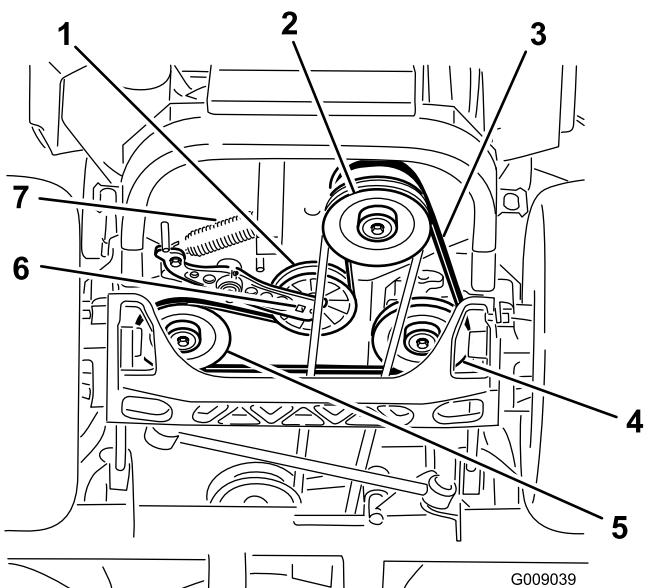

Figura 83
5. Utilice una llave de carraca en el taladro cuadrado del brazo tensor para retirar el muelle tensor (Figura 83).
6. Desenganche el muelle de la polea tensora del bastidor (Figura 83).
9. Utilizando la llave de carraca en el taladro cuadrado del brazo tensor, instale el muelle tensor en el bastidor (Figura 83).
4. Levante la máquina y apóyela sobre gatos fijos (Figura 83).